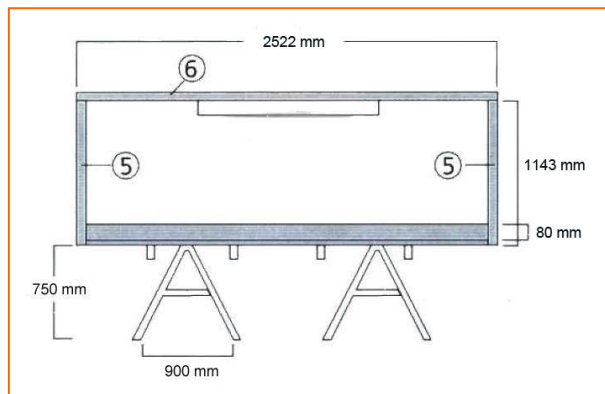

Bild 4
- 2 Senkrechtstreben: max. 40 x 80 x 1143 mm (siehe Bild 4, Nr. 5)
- 1 Querstrebe: max. 40 x 80 x 2522 mm (siehe Bild 4, Nr. 6)
Wie in Bild 4 dargestellt die Senkrechtstreben an der kurzen Außenseite des Spielfeldbegrenzung zentriert ausrichten, mit Schraubzwingen festklemmen und festschrauben. Am besten zu zweit die Querstrebe auf den zwei Senkrechtstreben anbringen. Die Leuchtstoffröhre in der Mitte der Querstrebe befestigen (z.B. mit Ketten).